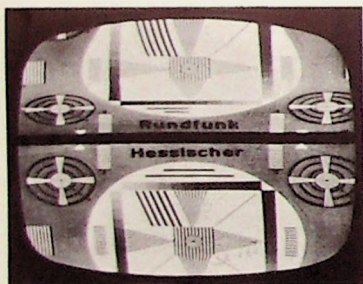

Bild 1. Beispiel für die Dokumentation von Bildfehlern (Fehler in der vertikalen Ablenkung). Aufnahme auf Isopan ISS
- Dokumentationsaufnahmen von Bildfehlern (Bild 1) für Unterrichts- und Schulungszwecke sowie für Service-